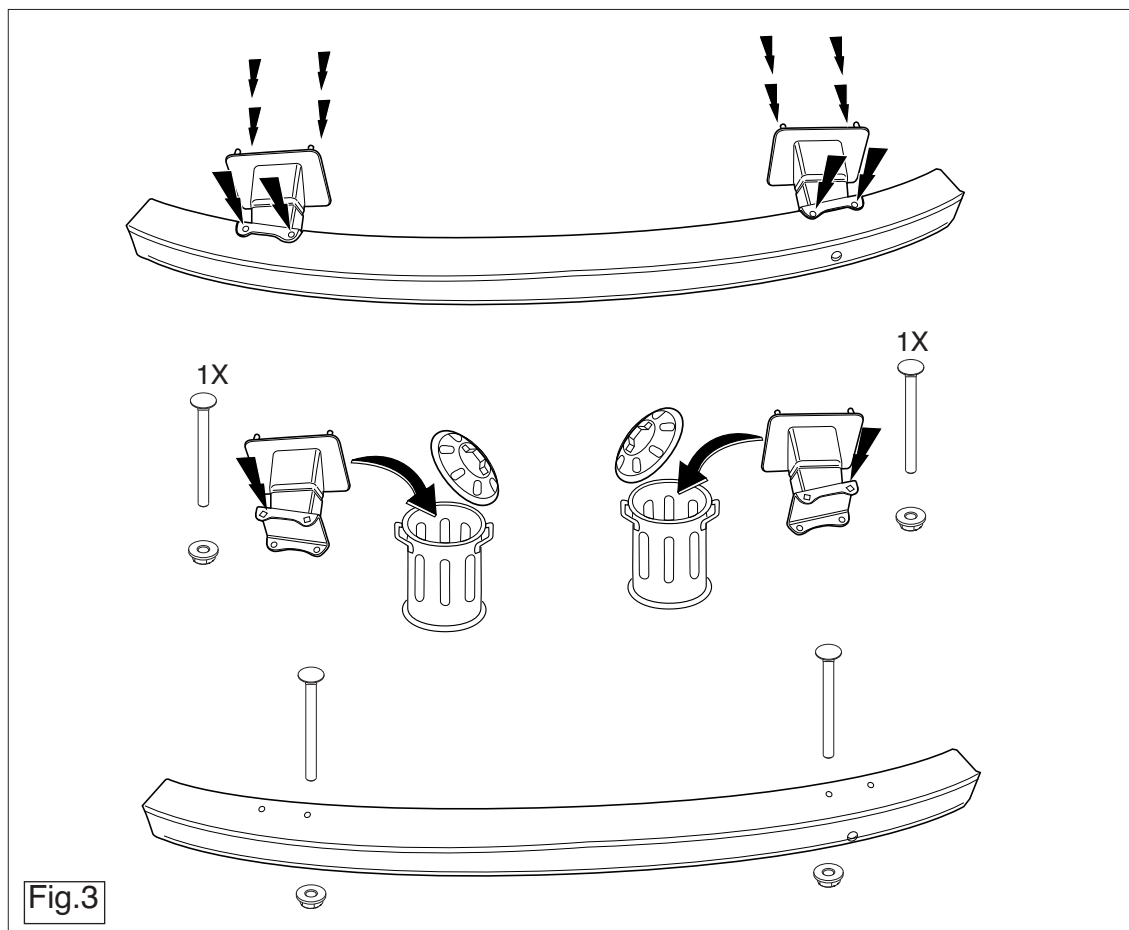

Fig.3
8. Die Stoßstangeninnenverkleidung einschließlich Stoßstangenhalterungen abmontieren. Siehe Abbildung 3.
6. Die Stoßstangeninnenverkleidung einschließlich Stoßstangenhalterungen abmontieren. Siehe Abbildung 3.
6. Démontez la garniture du pare-chocs ainsi que les supports du pare-chocs. Voir la figure 3.
7. Démontez les supports du pare-chocs à gauche à droite de la garniture. Ils ne seront plus utilisés. Voir la figure 3.
7. Demontera kofangerstøtterne til venstre og højre på kofangerunderskykkehjulet. Disse bliver overflødig. Se fig. 3.
7. Zdemontować wsporniki zderzaka po lewej i prawej stronie w wyposazaniu wnętrza. Te elementy nie będą ponownie używane. Patrz rysunek 3.